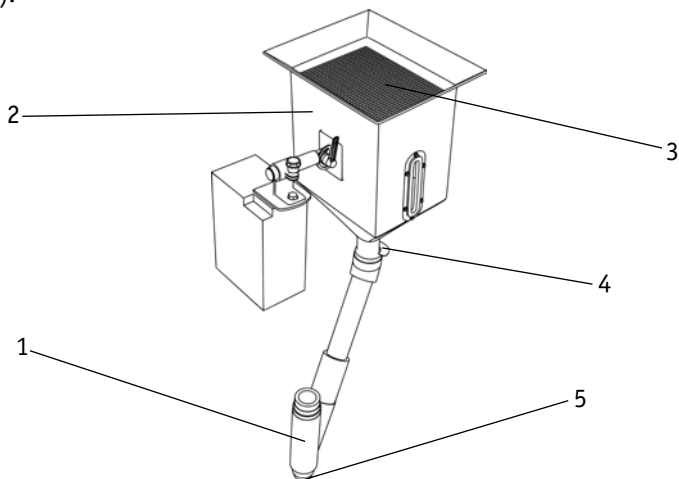

Рис. 8.8. Подача флюса в зону сварки.
8. Откройте затвор флюсобункера. Флюс должен полностью покрыть зону начала сварки (См. рис. 8.8).